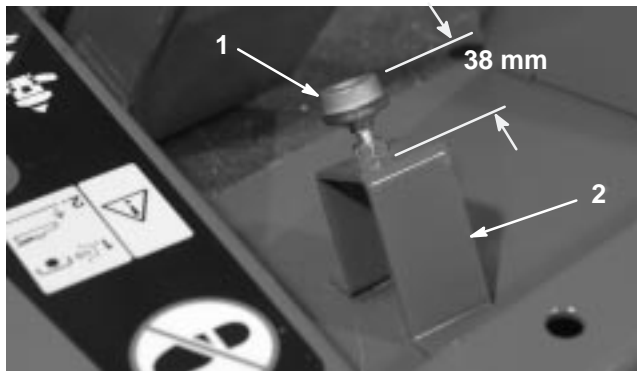

Figure 68
2. Contrôlez le réglage de la butée de la pédale de déplacement. Il doit exister un écart de 38 mm entre le haut du support et la haut de la butée (Fig. 68). Desserrez les écrous et réglez la distance selon les besoins.